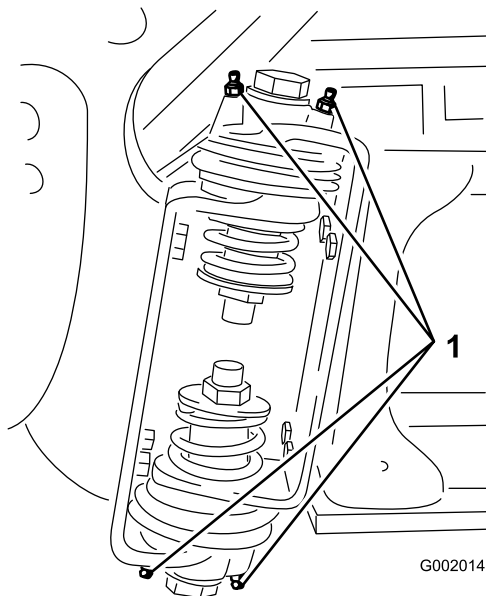

Figura 102
2. Pompei lubrifiant în rulment sau bucă la nivelul fiecărui fitting **Figura 102**.